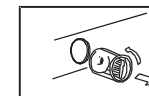

Abb. 2
- 2). Filter im Gegen uhrzeigersinn verdrehen und herausziehen (Abb. 2);